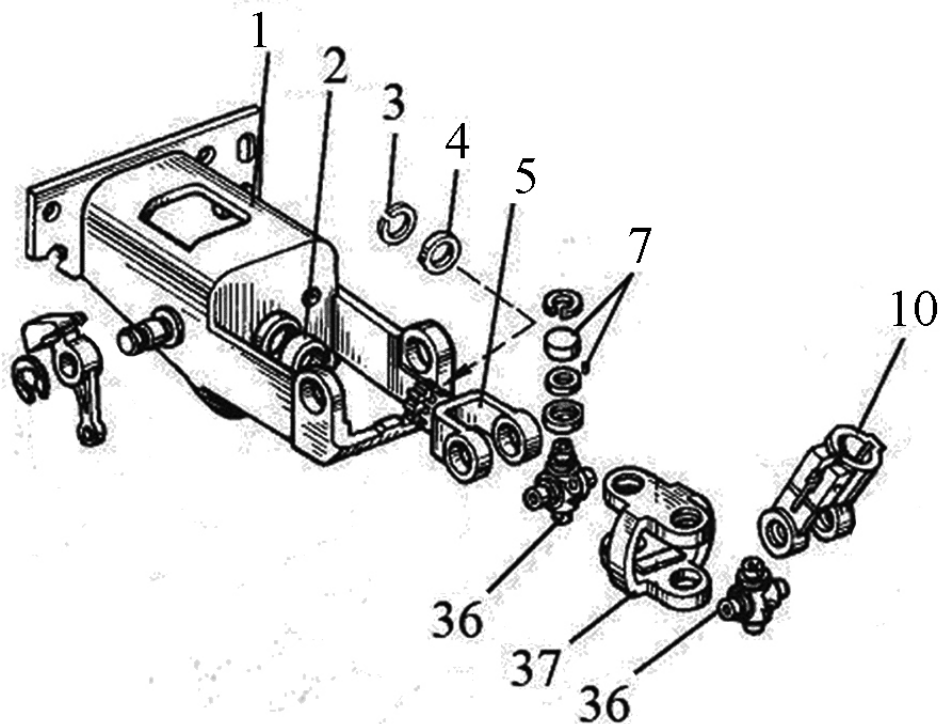

Рисунок 6.10
3) установите втулку (2), (**рисунок 6.10**), в кронштейн (1);
4) смажьте внутреннюю поверхность втулки (2) смазкой «Литол-24» и вставьте во втулку карданное соединение (5), (7), (10) (36) (37);
5) установите шайбу (4) и зафиксируйте стопорным кольцом (3);